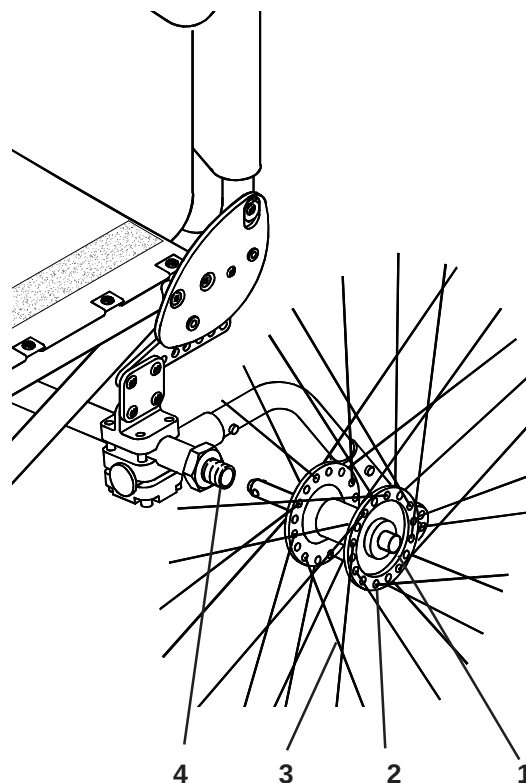

Fig. 1
Verwijder beide achterwielen (Fig. 1) door het indrukken van de quickrelease knop (1) die in de wielnaaf (2) geplaatst is en pak het wiel door de spaken vast (3), met de vingers rond de naaf en trek de as uit de geleider (4).